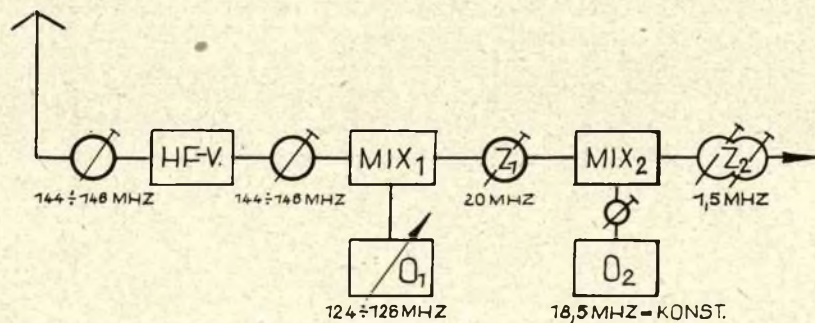

Bild 1: Frequenzplan eines Empfängers nach Methode „A“
Angenommen, es würde eine erste ZF von 20 MHz und eine zweite ZF von 1,5 MHz benutzt, so ergibt sich folgender Frequenzplan (Bild 1). Gleichung (3) umgestellt, ergibt